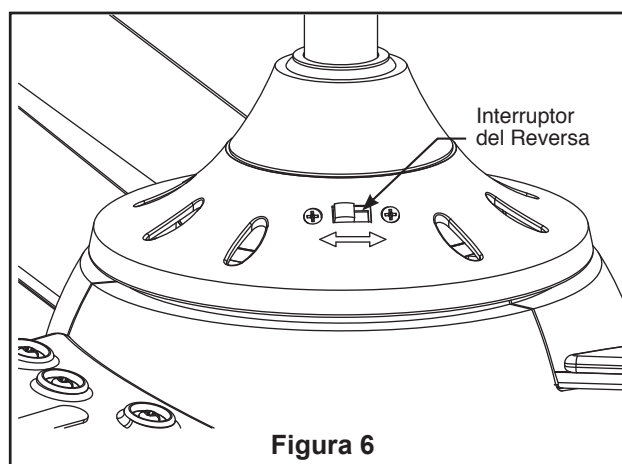

Figura 6
6. Asegure el vidrio en al unidad de luz LED girándolo en el sentido de las agujas del reloj y sin apretar demasiado. (Figura 6)
6. Si se desea que el flujo del aire vaya en la dirección opuesta, apague el ventilador y espere a que se detengan las palas. Deslice la carcasa de la cubiertapara visualizar el interruptor del reverso. (Figura 6)